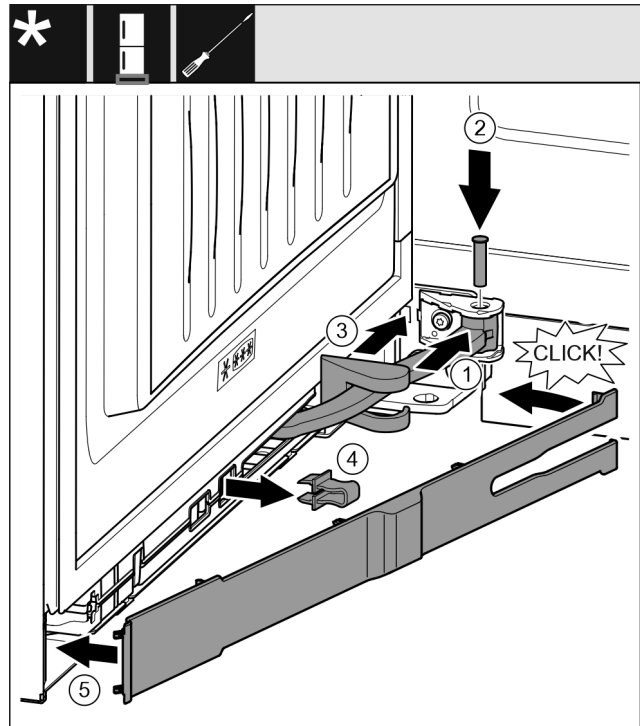

Fig. 67
- ▶ Поверните шарнир Fig. 67 (1) в навеску.
- ▶ С помощью отвертки вставьте палец Fig. 67 (2) в навеску и шарнир. При этом проследите за тем, чтобы выступ фиксатора занимал правильное положение в пазу.
- ▶ Переместите крышку опорного кронштейна Fig. 67 (3) вдоль шарнира и смонтируйте ее над навеской.
- ▶ Снимите предохранитель Fig. 67 (4).
- ▶ Установите накладку Fig. 67 (5) со стороны ручки и поверните ее.